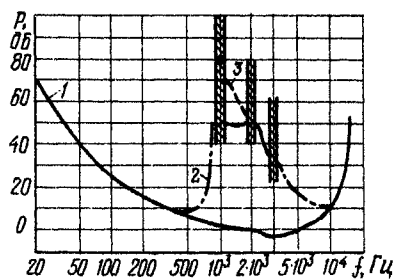
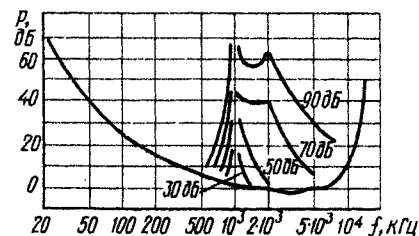

Рис. 1
Рис. 2
На рис. 2 показаны кривые порогов слышимости измерительного тона при маскировке его мешающим тоном частотой 1 кГц и уровнями 30, 50, 70 и 90 дБ. Измерительный тон станет слышимым только тогда, когда его уровень превысит соответствующий порог слышимости. Ниже этих порогов будет слышен только мешающий тон. Следует обратить внимание на то, что область маскировки измерительного тона сужается с уменьшением уровня мешающего тона.
показанных на рис. 1 и 2, позволяет объяснить резкое увеличение чувствительности слуха к амплитудной модуляции частотой выше 200 Гц. Слуховое восприятие нижней боковой частоты модуляции определяется в этой области кривой АПС, эффект маскирования здесь минимален.
1. Анализ кривых, приведенных на рис. 1 и 2, показывает, что все гармоники с амплитудой ниже уровня, ограниченного кривой 2, будут неслышны. Создается впечатление допустимости большого числа и значительных по амплитуде гармоник высших порядков. Например, судя по рис. 1, уровень 15-й гармоники может достигать -30 дБ (здесь и далее уровень гармоник указан относительно максимальной мощности сигнала 1 кГц — 80 дБ). Однако на этот счет не следует обольщаться. Во-первых, амплитуда допустимых с точки зрения слухового восприятия гармоник быстро падает с уменьшением уровня сигнала (рис. 2), например, при уровне 50 дБ амплитуды гармоник, вносящих наибольший вклад в K_r (со второй по шестую), должны быть ниже кривой АПС. Во-вторых, сконструировать усилитель ЗЧ, амплитуды гармоник которого повторяли бы АПС, практически невозможно. В-третьих, все сказанное справедливо для одночастотного сигнала. При усилении реального сигнала процессы возникновения продуктов нелинейности будут гораздо сложнее. Поэтому при проектировании усилительного устройства следует стремиться к тому, чтобы спектр усиленного сигнала был ограничен пятью гармониками. Согласно рис. 1, уровни второй, третьей, четвертой и пятой гармоник не должны превышать соответствен-
Выводы относительно допустимого K_n при анализе рис. 1 и 2 получить еще проще. Все сигналы с частотами, являющимися разностью или суммой двух не вызывающих биений тонов (т. е. не попадающих в заштрихованные области на рис. 1), должны лежать ниже уровня АПС, а это — 90 дБ (рис. 2). Такому уровню соответствует $K_n=0,003\%$, и именно эта величина указана в [1, 5]. Особенно это относится к разностным сигналам, так как крутизна спада левой части кривой порога слышимости 2 (см. рис. 1) существенно выше правой. Действительно, если на вход усилителя подать два равных по амплитуде сигнала частотой, например, 19 и 20 кГц, мешающий сигнал суммарной частоты окажется далеко за пределами слышимого диапазона частот, а разностной частоты 1 кГц будет хорошо слышим, если $K_n>0,003\%$, причем его уровень будет тем выше, чем больше K_n .